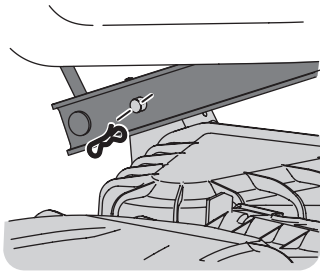

Figura 24
- Mirando la plataforma desde el lado izquierdo del tractor, ubique el pasador de chaveta en el lado posterior izquierdo de la plataforma. Consulte la Figura 24.
- Retire el pasador y saque el pasador de la plataforma del brazo de elevación de la misma. Consulte la Figura 24.